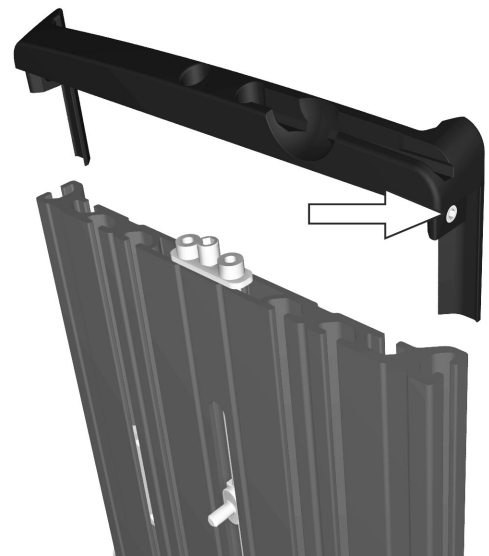

Abbildung 163. Der Endverschluss des Rückenlehnenprofils ist mit einer Schraube an der linken bzw. rechten Seite befestigt.
7. Schraube an der linken bzw. rechten Seite des Rückenlehnenprofils lösen. Danach den Endverschluss des Rückenlehnenprofils gerade herauschieben. Siehe Abbildung. 163.